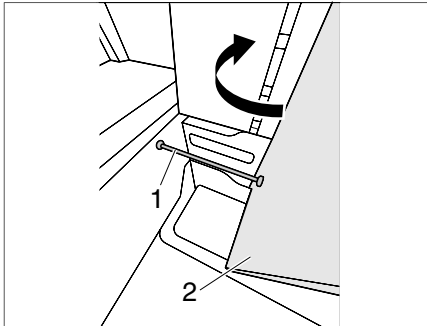

Bild 43 Trennwand schwenken
- Stange (Bild 43,1) aushängen und Trennwand (Bild 43,2) schwenken.